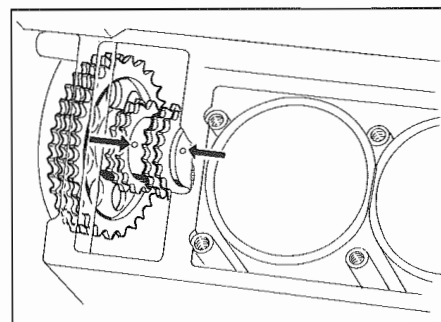

Fig. 135 - Riferimenti "O"
- Far coincidere i due riferimenti 0 sull'ingranaggio e sul basamento (**Fig. 135**).
- Line up the two 0 marks on gear and crankcase (**Fig. 135**).